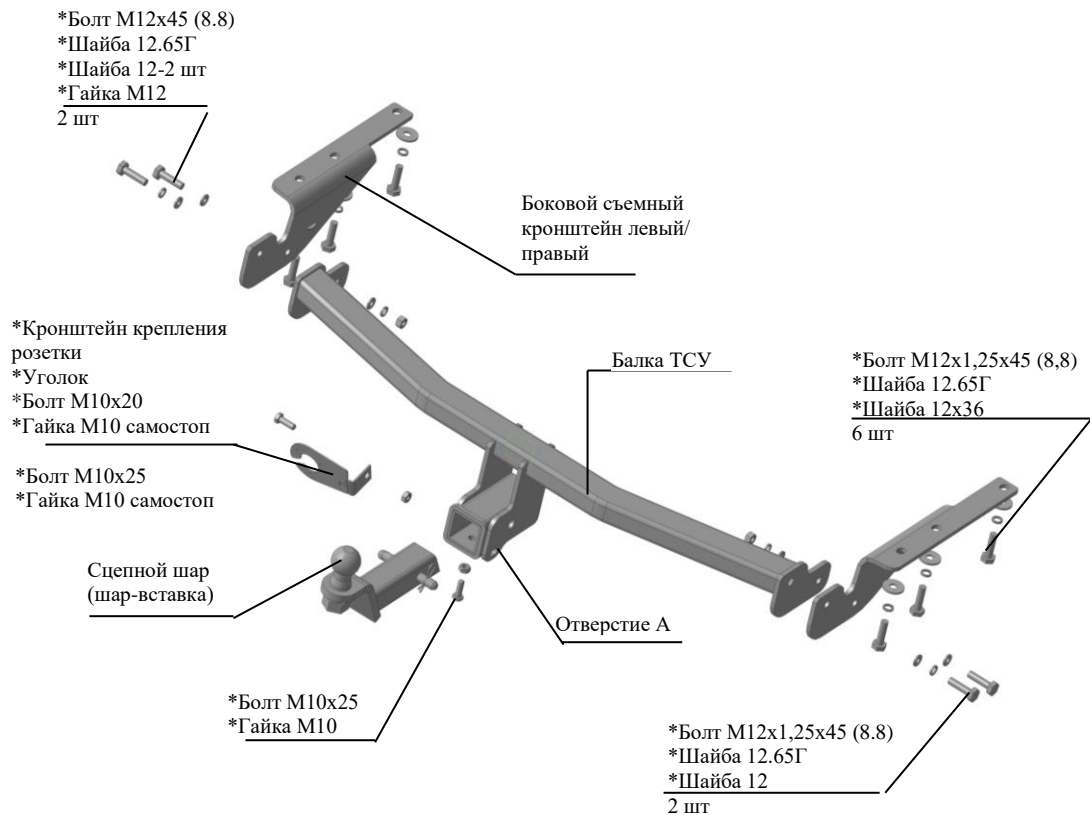

Рис.1 Тягово-сцепное устройство 7835.
2.1 ТСУ 7835 в сборе (рис.1)	1 шт.
2.2 Пакет с комплектующими (см. рис.1)	1 шт.